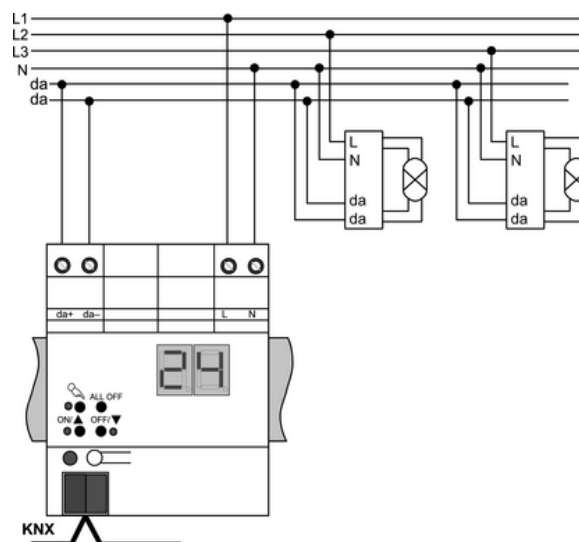

Figura 3
- Conectar el dispositivo según el ejemplo de conexión (figura 3).